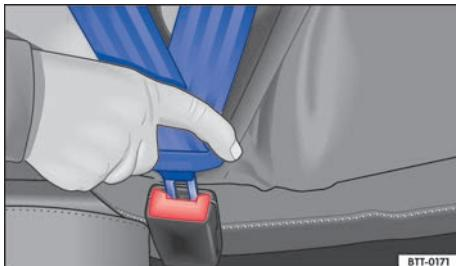

图 27 安全带锁扣和插口
- 将锁舌插入所属座椅的安全插锁内，下压，直至听到啮合声 **⇒ 图 27**。安全带锁舌被锁扣锁止。